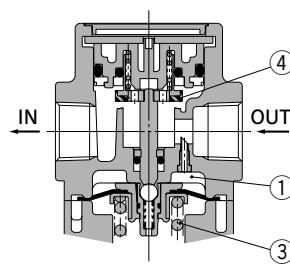

図2 逆流時
入口圧力が遮断され、排気されると、チェック弁②が開きダイヤフラム室内①の圧力が入口側へ排出されます(図2)。
それにより、ダイヤフラム室内①の圧力が低下し、調圧スプリング③の発生力で、ダイヤフラムが押し下げられシステムを介してバルブ④が開き、出口圧力は入口側へ排出されます(図2)。